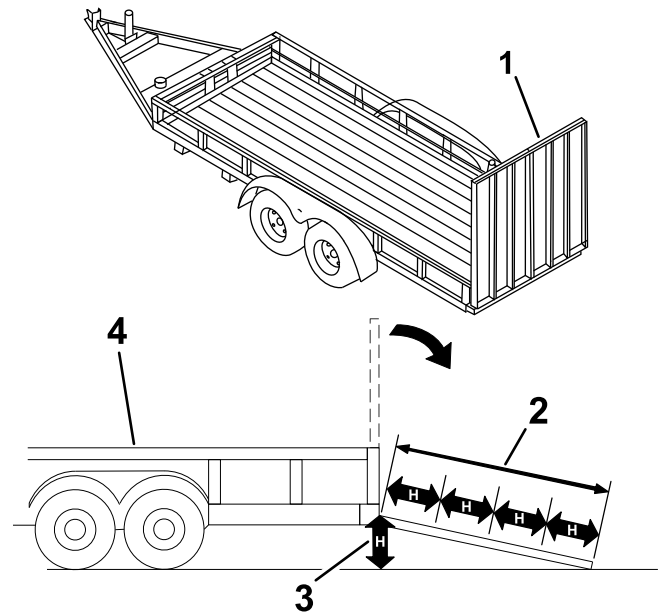

Figure 29
Le chargement d'une machine sur une remorque ou un camion augmente les risques de renversement et peut provoquer des blessures graves voire mortelles (Figure 29).
3. Abaissez la rampe (Figure 29).